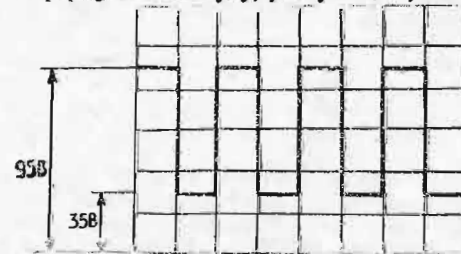

Рис. 9. Форма выходных импульсов усилителя Z
10. 6. 1. Выход из строя элементов схемы требует их замены. Производится проверка и регулировка выходного импульса (выходная точка 34 платы И23.263.035 Э3). Переключатель «ВРЕМЯ/ДЕЛ» установите в положение «0,1 μ S». Импульс должен иметь форму и амплитуду, равную 60 В, показанную на рис. 9.